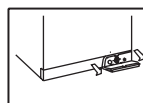

fig. 1
- 1 Aprire il coperchio premendolo (Fig. 1) ;